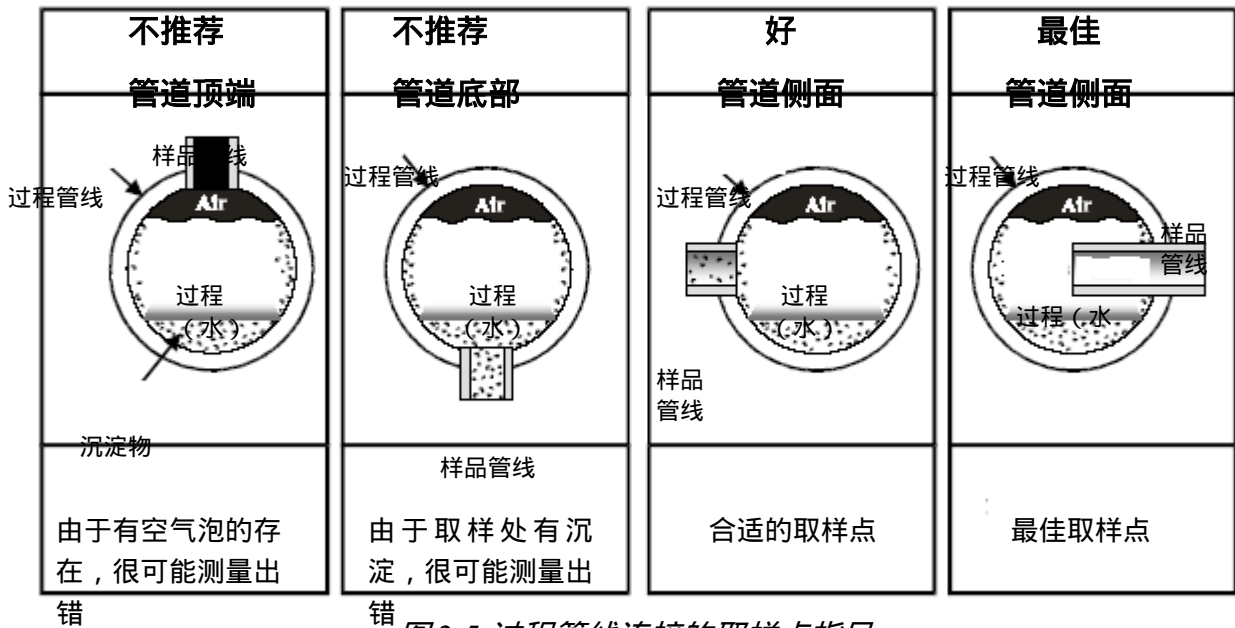

图 2-5 过程管线连接的取样点指导
**注意**：此外，当在过程管线连接中选择取样点时，请避开管道的顶端以及底部。图 2-5 列出了最佳的取样点位置：取样口位于过程管道的侧面，并且样品管线插入过程管道的中心线。